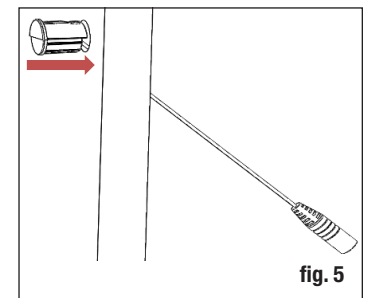

fig. 5
Paso 6: El kit incluye una selección de cubiertas de luces elevadoras blancas o negras. Coloque la cubierta sobre la luz del elevador. Coloque la luz vertical con la cubierta en el orificio perforado en el paso 3, insertando primero los arneses y el cable conectados. Presione firmemente la luz vertical y la cubierta en la tabla de la plataforma hasta que el conjunto esté completamente asentado (fig. 5).